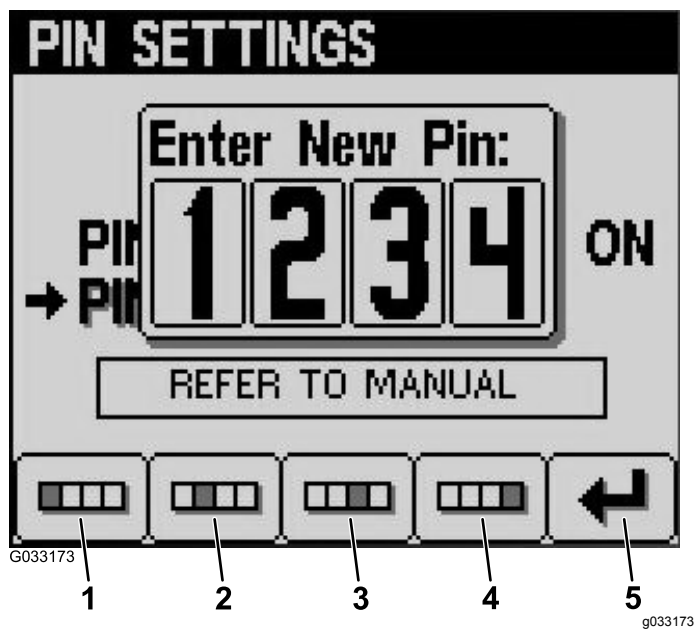

Figura 25
7. Inserite il nuovo codice PIN utilizzando i pulsanti da 1 a 4 e premete il pulsante 5 quando avete completato il nuovo codice PIN (Figura 25).